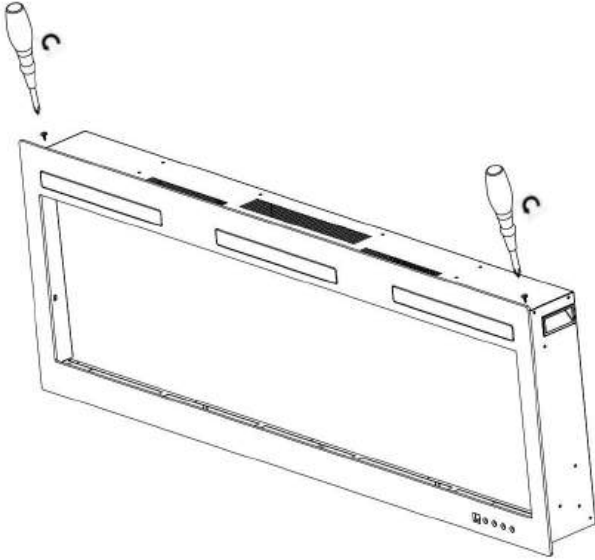

Fig. 1-1
A. Quite los tornillos de ambos lados.(Fig. 1-1 )